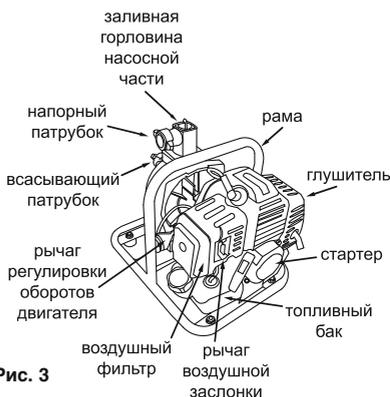

Рис. 3
7.2. Насос WP101 (см. рис. 3) состоит из тех же основных частей, но оснащен 2-х тактным бензиновым двигателем. Такой двигатель не требует заливки масла в картер двигателя. В качестве топлива такого двигателя используется смесь моторного масла и бензина в пропорции 1:25.